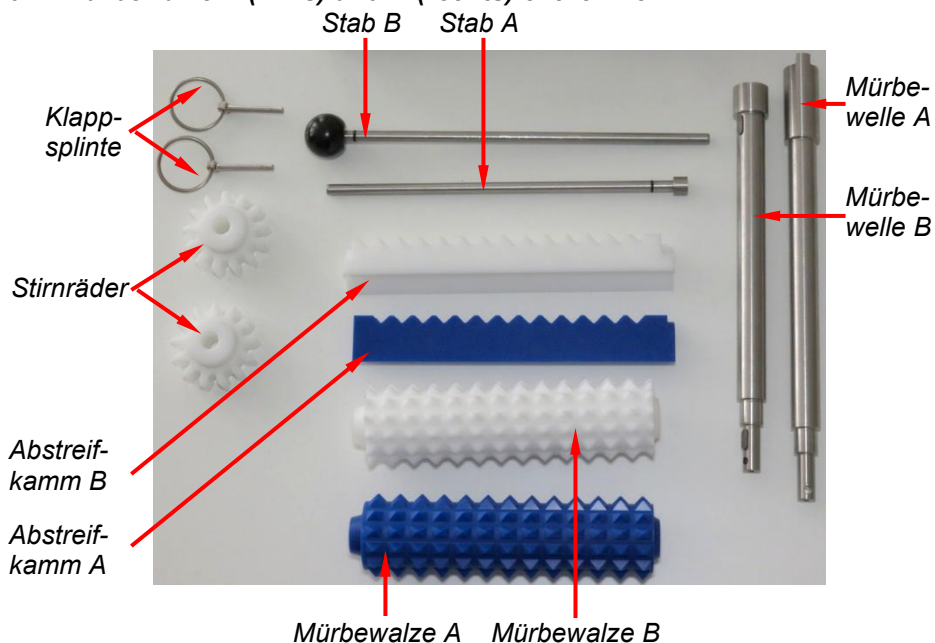

Abb. 141: Teile des Walzensatzes
1. Führen Sie die längere Welle (Mürbewelle A siehe Abb. 141 S. 145) mit dem kleinen Wellendurchmesser zuerst durch das große Lager in die blaue Mürbewalze und dann in das kleine Lager hinein.